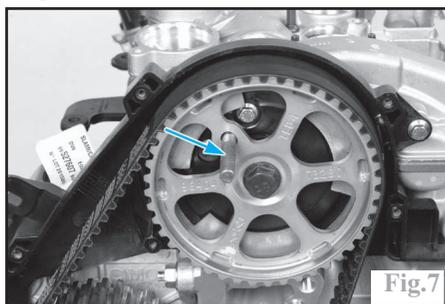
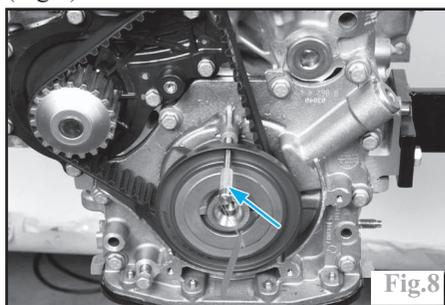

Fig.7
Fig.8
Piger la roue dentée d'arbre à cames à l'aide d'une pige de 8 mm de diamètre et 55 mm de long (ou outils PSA 0194-B) (Fig.7).
Piger la roue dentée de vilebrequin à l'aide d'une pige de 5 mm de diamètre et 55 mm de long (ou outils PSA 0194-A) (Fig.8).
- Serrer la vis de fixation (3) du galet tendeur à **3,7 m.daN**.
- Déposer les pignes (Fig.7) et (Fig.8).